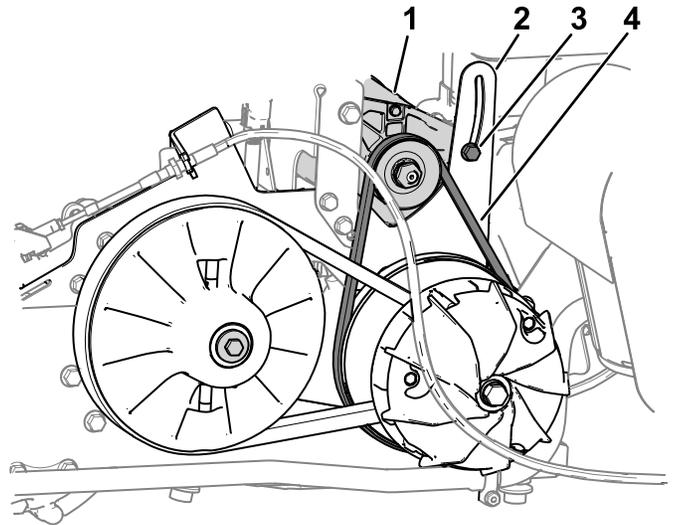

Figura 57
1. Afloje la tuerca del pivote del generador de arranque (Figura 57).
3. Aplique presión descendente sobre la palanca para hacer girar el generador del motor de arranque hacia abajo en la ranura del soporte del pivote (Figura 57), hasta que la tensión de la correa sólo permita una desviación de 6 mm (1/4") con una fuerza de 44 N·m (10 pies-libra).